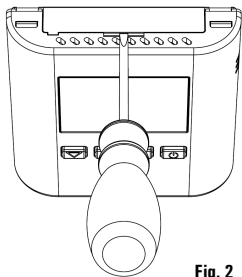

Fig. 2
- För upp batterihållarfacket med hjälp av en spårskruvmejsel (Fig. 2 och 3).
- 2 Tryck med hjälp av en skruvmejsel i plasttungan som finns i hålet i bottendelen, lyft sedan upp fronthöljet något (Fig. 2).